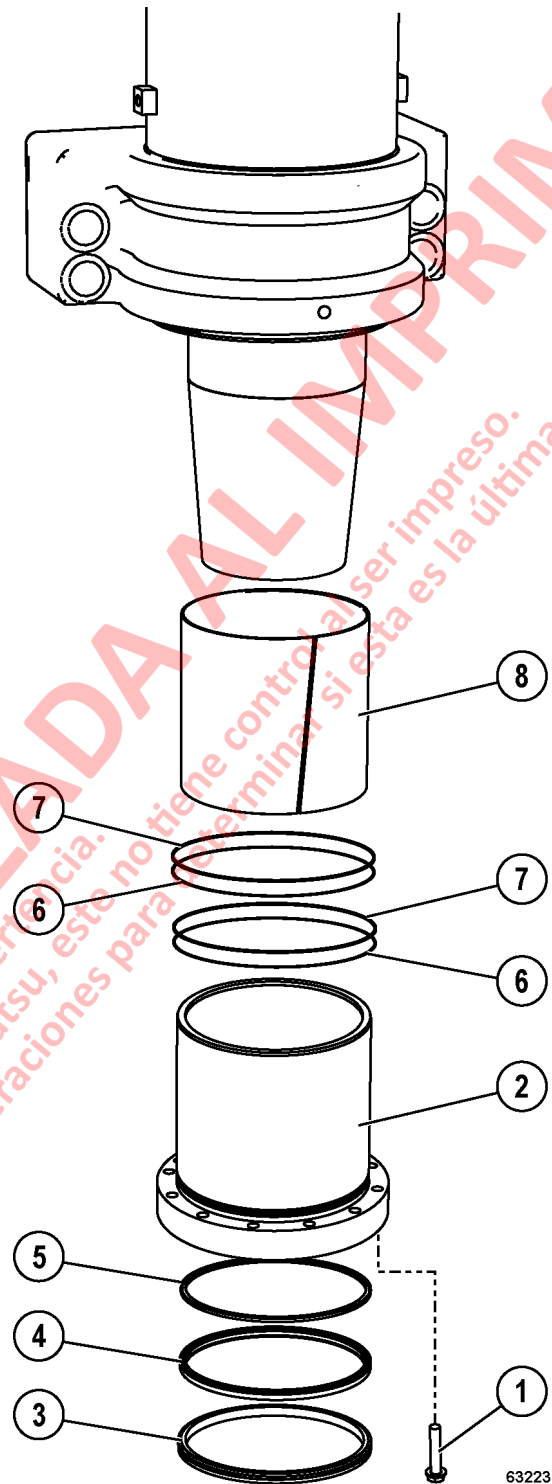

FIGURA 2-11. SUSPENSIÓN DELANTERA
1. Retire los tornillos del retenedor del buje inferior y las arandelas endurecidas (1, Figura 2-11). Instale los pernos de empuje en los orificios roscados en la brida del retenedor.
2. Apriete los pernos de empuje uniformemente y prepárese para sostener el retenedor del buje cuando salga por la carcasa de la suspensión. Desmonte el retenedor del buje (2).
3. Retire el sello rascador (3), el sello de reborde doble (4), el sello amortiguador (5), los anillos de respaldo (6) los O-rings (7) y el buje inferior.
1. Instale el nuevo sello amortiguador (5, Figura 2-11), el sello de reborde doble (4) y el sello rascador (3).